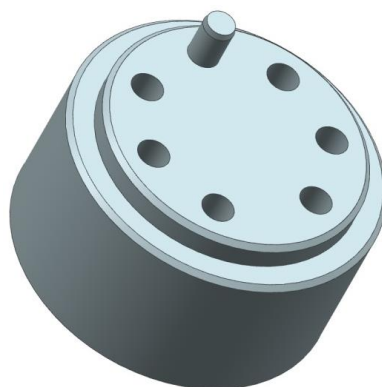

Рис.71. Кондуктор 17-Ф-2349
3. Кондуктор для сверления дополнительных установочных отверстий под штифт в звёздочках распределительных валов 17-Ф-2349 (рис.71).